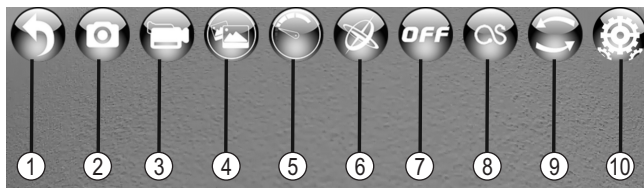

Figure 25
Si la roue dentée (voir figure 25, n° 10) est activée, les icônes suivantes s'affichent également :
Par ailleurs, vous avez la possibilité, avant ou pendant le vol du quadricoptère, de prendre une photo ou lancer un enregistrement vidéo avec la caméra en sélectionnant l'icône correspondante (voir figure 25, n° 2 ou 3), et d'afficher l'image sur l'écran de votre smartphone.
Lorsqu'un enregistrement vidéo est en cours, un chronomètre indiquant la durée de l'enregistrement est affiché à l'écran. Pour arrêter un enregistrement vidéo, il vous suffit de sélectionner de nouveau l'icône de la figure 25, n° 3. L'enregistrement s'arrête, le chronomètre est masqué et l'enregistrement est sauvegardé.
Une fois le vol terminé, vous avez la possibilité de visionner directement les photos/vidéos créées sur votre Smartphone. Pour cela, sélectionnez l'icône correspondante à l'écran (figure 25, n° 4). Un nouvel écran apparaît.
Une fois l'application lancée, l'écran du Smartphone affiche les différentes commandes en plus de l'image de la caméra. Outre les commandes déjà connues de la caméra (voir figure 25, n° 2-4), la sélection de l'icône de la figure 25, n° 7, fait également apparaître les commandes supplémentaires d'une radiocommande.
- Sélectionnez « Play ». L'écran affiche les commandes de l'application (voir figure 25) ainsi que l'image vidéo de la caméra intégrée au modèle réduit.
- Sélectionnez l'icône de la figure 25, n° 7. Les commandes apparaissent sous forme de « points » (comme les manettes de l'émetteur). Les éléments de trim s'affichent également.
Dans la configuration de base (voir également icône de la figure 25, n° 5) l'application est réglée au premier palier à environ 30 % des amplitudes de réglage max. possibles. Ce réglage correspond au mode débutant (voir également chapitre 11). Les fonctions de commande ont ainsi un effet limité.
L'icône de la figure 25, n° 5, fait apparaître un autre élément d'affichage à l'écran. Les commandes sont maintenant configurées à environ 60 % des amplitudes de réglage. Ce réglage correspond au mode avancé. Le modèle réduit réagit aux commandes de manière plus agile.
Appuyez de nouveau sur l'icône de la figure 25, n° 5 ; un 3e élément d'affichage apparaît. Les amplitudes de réglage sont maintenant à 100 %. Cette configuration correspond au mode pro, dans lequel il n'y a plus aucune limitation aux commandes. Si vous appuyez une 3e fois sur cette icône, l'affichage revient au premier niveau (30 %).
L'icône de la figure 25, n° 8, sert à activer la fonction « Itinéraire de vol ». La commande de gauche reste visible et disponible pour la commande (haut/bas et lacet). La commande de droite, en revanche, est masquée.
Pour utiliser cette fonction, mettez le modèle réduit dans un état de vol stable, puis activez la fonction d'itinéraire de vol (icône de la figure 25, n° 8). Tracez maintenant un itinéraire à l'écran. Une fois le traçage terminé (c'est-à-dire dès que vous retirez le doigt de l'écran), le modèle réduit commence immédiatement à emprunter l'itinéraire tracé.
L'icône d'inversion de la figure 25, n° 9, sert à retourner l'image vidéo à 180°. L'image est maintenant inversée.
L'icône de roue dentée (figure 25, n° 10) permet d'afficher d'autres icônes de manipulation du modèle réduit.
Pour piloter votre modèle réduit avec les capteurs de position du Smartphone, effectuez d'abord tous les préparatifs décrits au chapitre 20, section a). Quand vous avez terminé, appuyez sur l'icône de la figure 25, n° 6 ; celle-ci est mise en surbrillance. Le pilotage via les capteurs de position est maintenant activé.